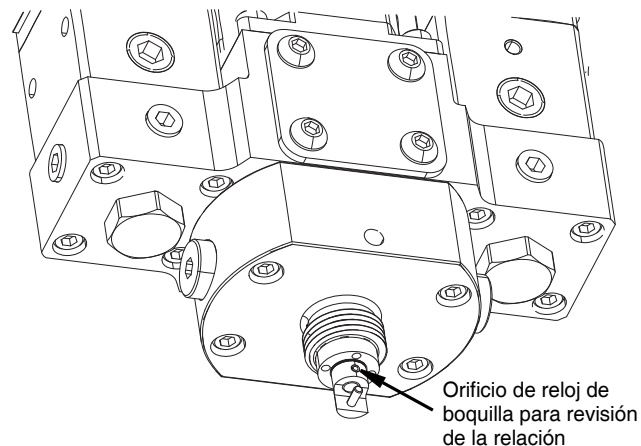

FIG. 23
7. Limpie la punta de la boquilla con un solvente compatible. Asegúrese de que el orificio de sincronización de la boquilla de revisión de la relación no contenga material. Ver FIG. 23.